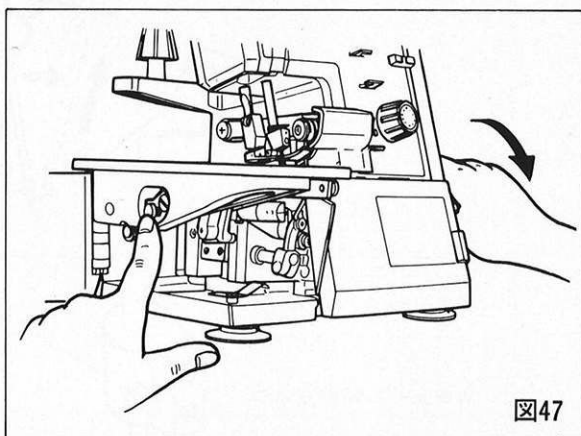

図47
- 左手で送り目ボタン(赤色)を強く押しながら、溝に送り目ボタンがパチンと入るまで、右手ではずみ車を廻らす。(図47)